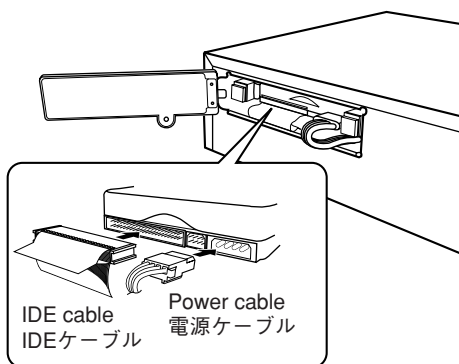

Fig. 13
- g. Push the HDD tray and connect the IDE cable and the power cable. (Fig. 13)
- g. HDDトレイを奥に押し込み、IDEケーブルと電源ケーブルを差し込みます。(Fig. 13)